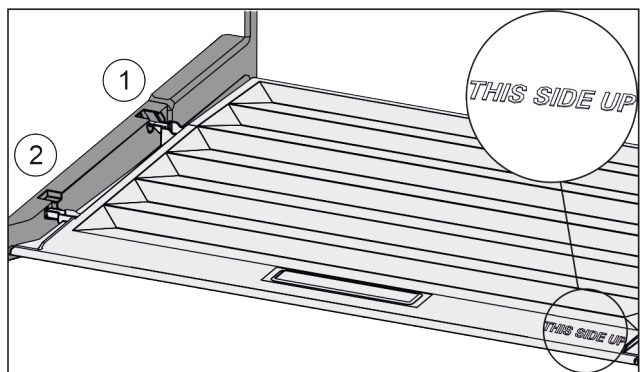

Fig. 54
- ▶ Introduzca los nervios de la tapa por la abertura en el soporte trasero Fig. 54 (1) y encájelos por delante en el soporte Fig. 54 (2).